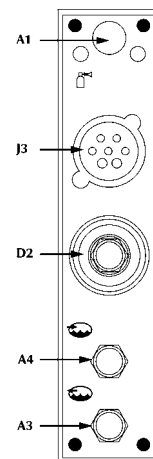

Fig. 9
- Ligar o feixe de cabos à tomada D2 / J3 (fig. 9) e os tubos do líquido de refrigeração, se este é utilizado, às tomadas A3 / A4.
- Ligar o tubo de gás na conexão posterior (fig. 9) de 1/4 de polegar.